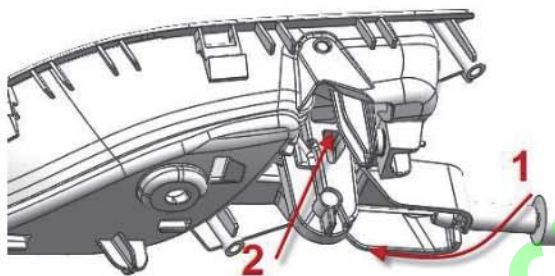

图8-1-6 内开拉锁拆卸示意图
(4) 如图8-1-6, 按箭头1所示方向绕拉锁端部的销子旋转内开拉锁, 最后沿箭头2方向将门锁线束端部的销子从内扣手柄孔中拔出。